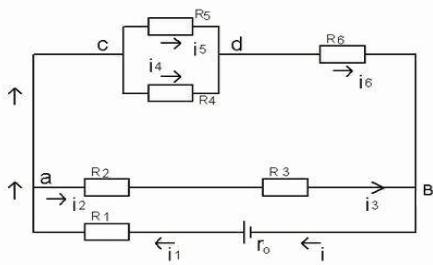

рис. 1
2. В схеме, приведенной на рис. 1, известны параметры источника и резисторов.
Напряжение U_{cd} (схема рис. 1): $U_{cd} = I_{456} \cdot R_{45} = 1 \cdot 20 = 20 \text{ В;}$